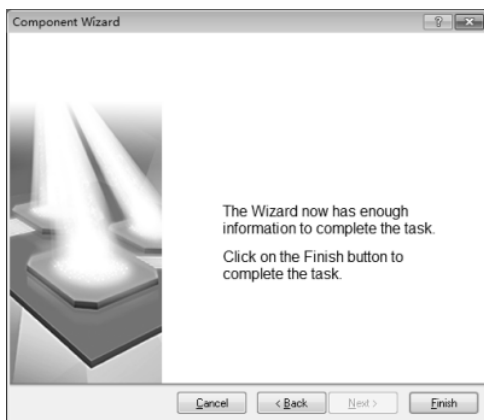

图 3.7.10 电阻封装制作完成
(8) 如图 3.7.10 所示，向导提示电阻封装制作完成，单击“Finish”按钮结束。